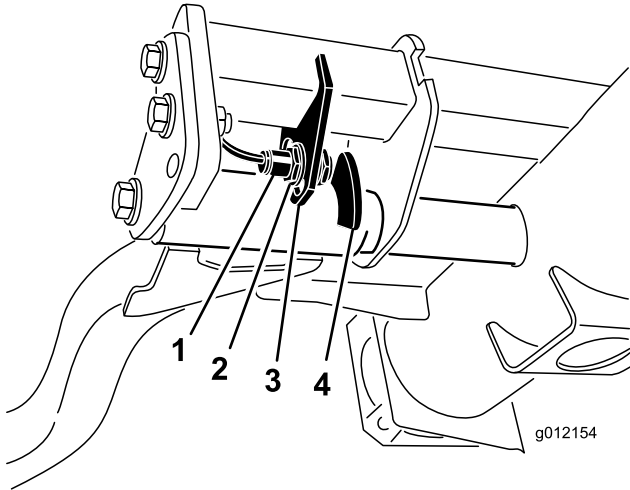

Figura 36
2. O interruptor do braço de elevação encontra-se por baixo do depósito hidráulico por trás do braço de elevação direito dianteiro (Figura 36).
3. Solte os parafusos de montagem do interruptor e desloque o interruptor para baixo para aumentar a altura de viragem do braço de elevação ou desloque o interruptor para cima para diminuir a altura de viragem do braço de elevação (Figura 36).